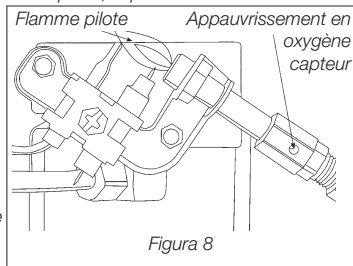

Figura 8
Mantenga siempre el área del calentador despejada y libre de materiales combustibles, gasolina y otros vapores y líquidos inflamables. Mantenga limpias las áreas de ventilación (ranuras en la parte inferior y superior en la parte delantera y trasera del calentador) en todo momento. Inspeccione visualmente la llama piloto y el quemador periódicamente durante el uso. La llama piloto debe ser de color azul (no amarilla) y se extenderá más allá del termopar. La llama rodeará el termopar justo debajo de la punta, vea la Figura 8. Se puede producir una ligera llama amarilla donde se unen la llama del piloto y la llama del quemador principal. El quemador debe ser de color naranja brillante (con un ligero color azul alrededor del borde, es aceptable una neblina roja-anaranjada que es visible en la loseta de cerámica) y sin una llama perceptible. Una llama azul que se despliega en la parte superior de la baldosa cerámica indica una acumulación de polvo, pelusa o telarañas dentro del conjunto de la carcasa y el conjunto del quemador principal. Si el piloto es amarillo o el quemador tiene una llama perceptible, se puede requerir limpieza. Utilice el siguiente procedimiento para inspeccionar el conjunto de la carcasa y el conjunto del quemador principal. Es necesario revisar periódicamente el orificio del quemador y el tubo Venturi del quemador para asegurarse de que estén libres de insectos / nidos o telarañas que puedan acumularse con el tiempo. Un tubo obstruido puede provocar un incendio. un incendio.
3. Retire (4) cuatro tornillos que aseguran la cubierta trasera al calentador.
5. Retire (4) los cuatro tornillos de retención del quemador y la tubería de combustible del conjunto del quemador.
8. Inspeccione y limpie el orificio del quemador principal (roscado en el soporte del orificio). El soporte del orificio está unido al venturi del conjunto del quemador con (2) dos tornillos.
9. Inspeccione y limpie el piloto (montado en el soporte) utilizando una aspiradora o aplique presión de aire a través de los orificios en el piloto indicados por las flechas en la Figura 8.